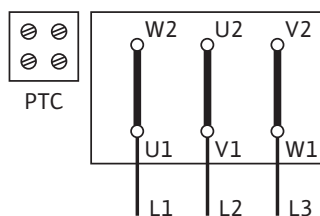

Fig. 45: Arranque Y-Δ (estándar)
En la caja de bornes encontrará el esquema de la conexión eléctrica (véase también la Fig. 45/46).
- La alimentación eléctrica del tablero de bornes depende de la potencia del motor  $P_2$ , de la tensión de red y del tipo de arranque. En el siguiente listado "Tab. 4: Asignación de los bornes de conexión" en la página 18 y en la Fig. 45/46 podrá consultar la conmutación necesaria para las clavijas de conexión de la caja de bornes.
Arranque Y-Δ (estándar)	Retire las clavijas de conexión (Fig. 45)